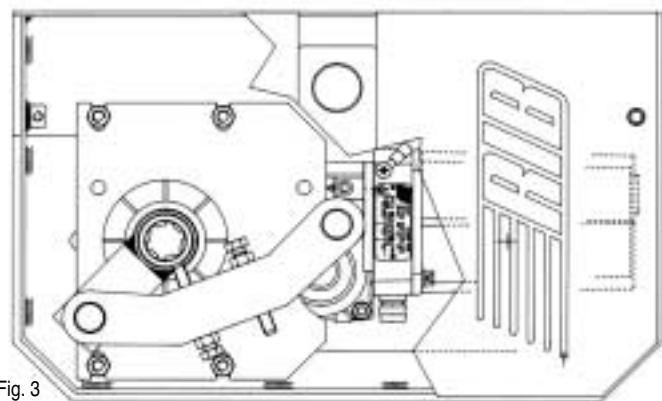

Fig. 3
**MAGIC nella versione 105° (Fig. 3)** è dotato di variazione di velocità dell'anta sia in apertura che in chiusura (apertura iniziale lenta, poi veloce e chiusura inizialmente veloce, poi lenta all'arrivo in battuta).